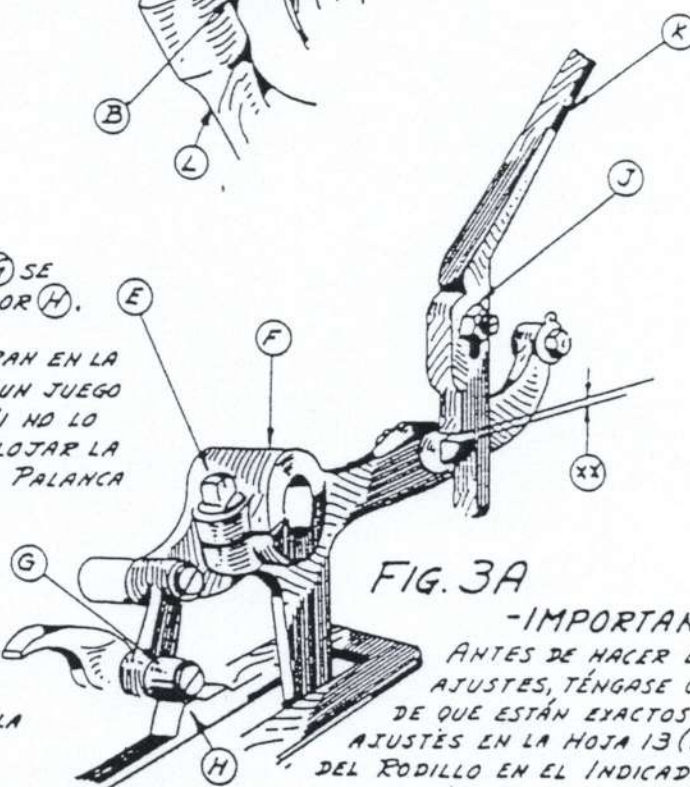

FIG. 3A
HÁGASE EL AJUSTE POR MEDIO DE AFLOJAR EL TORNILLO (E) (FIG. 3A) Y MÚEVASE LA PALANCA OSCILANTE (L) SEGÚN SEA CONVENIENTE—VÉASE LA NOTA A LA IZQUIERDA INFERIOR DE ESTA HOJA.